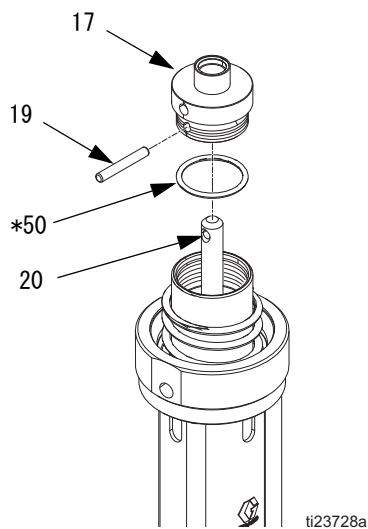

図 14
- 合わせピン (19) を抜いてピストン キャップ (17) を移動シャフト (20) から取り外します。ピストン キャップから O リング (50*) を取り外します。損傷がないか、すべての部品を点検します。図 14 を参照のこと。